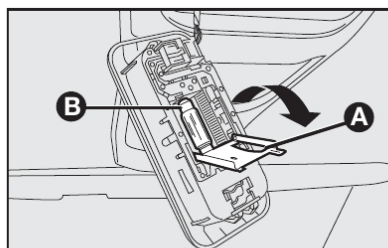

fig. 43
- 2) abrir a tampa **A-fig. 43** no sentido indicado pela seta;
- 3) substituir a lâmpada cilíndrica **B-fig. 43**.